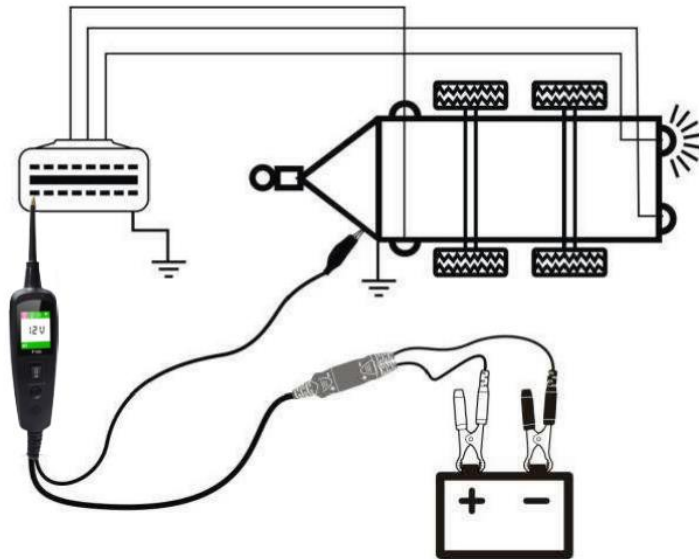

Abb. 12
- Während sich das Gerät im Gleichspannungsmodus befindet, klemmen Sie das Hilfsmassekabel an die Masse des Anhängers an, prüfen Sie die Kontakte an der Buchse und legen Sie dann Spannung an die Sondenspitze an. (Abbildung 12).